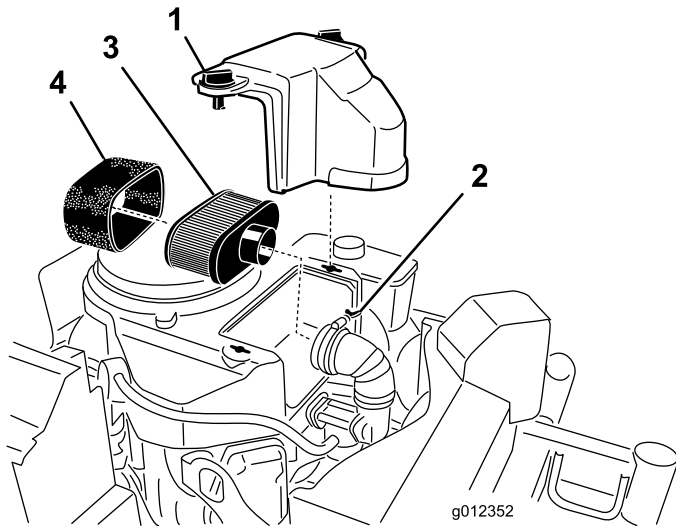

Figure 40
3. Nettoyez la surface autour du filtre à air pour éviter que des impuretés n'endommagent le moteur en tombant à l'intérieur (Figure 40).
4. Dévissez les boutons du couvercle et déposez le couvercle du filtre à air (Figure 40).
5. Dévissez le collier et déposez l'ensemble filtre à air (Figure 40).
6. Sortez délicatement l'élément en mousse de l'élément en papier (Figure 40).
1. Ne nettoyez pas l'élément en papier ; remplacez-le (Figure 40).
1. Glissez délicatement l'élément en mousse sur l'élément en papier (Figure 40).
2. Posez l'ensemble filtre à air sur sa base ou sur le flexible et fixez-le en position (Figure 40).
3. Mettez le couvercle du filtre en place et serrez le bouton (Figure 40).